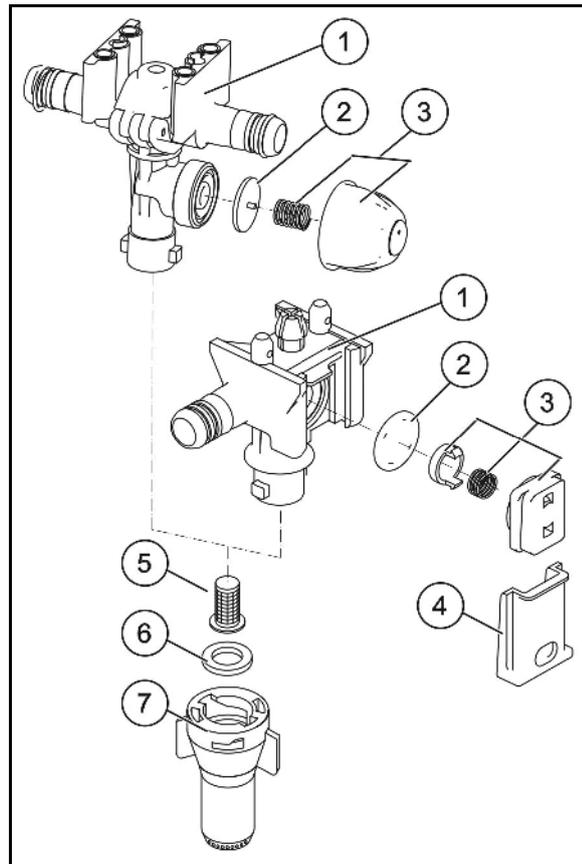

Fig. 206
- Nettoyer le filtre de conduite (Fig. 206/1) tous les 3-4 mois en fonction des conditions d'utilisation.